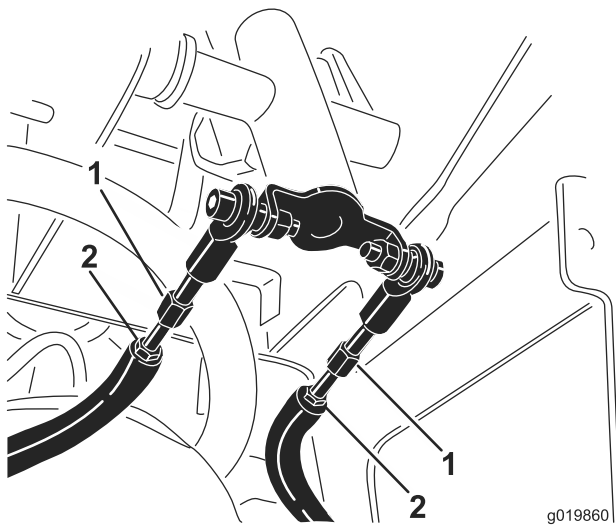

Figura 55
- D. Allentate i controdadi situati sulle aste di trazione, al di sotto della plancia (Figura 55).